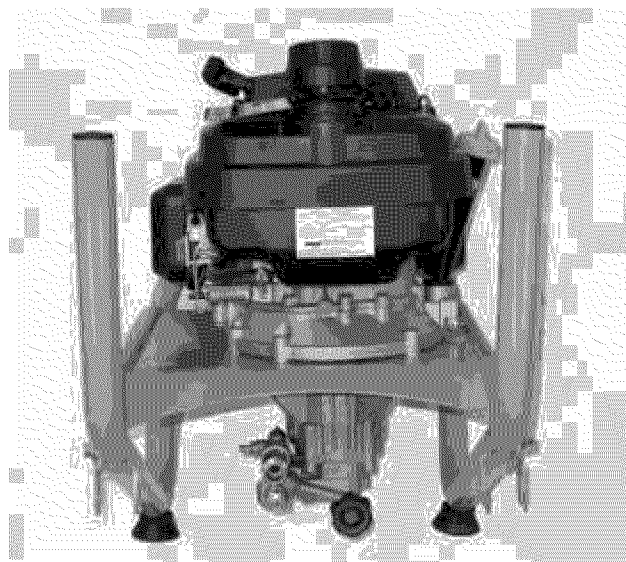

Figura 6 – Incline la hidrolavadora sobre la parte frontal
2. Coloque un trozo de cartón u otro material blando para inclinar la hidrolavadora, a fin de proteger la pintura del bastidor y evitar que la hidrolavadora se deslice. Incline la hidrolavadora sobre la parte frontal como se muestra en la Figura 6.